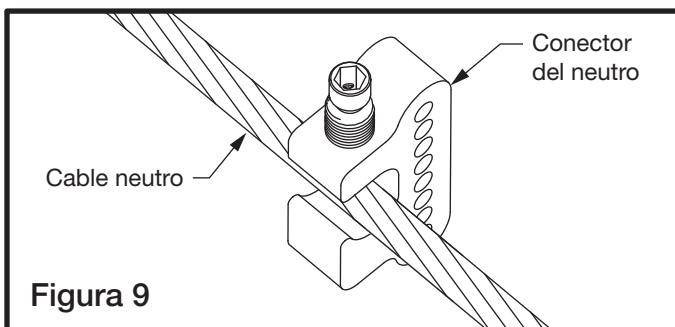

Figura 9
10) Coloque el conector del neutro en el cable neutro (vea la Figura 9).